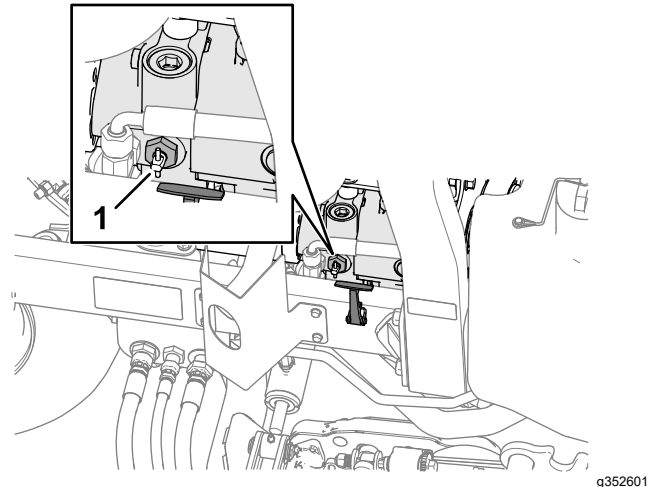

Figura 47
2. Cerca del cierre derecho del capó, gire 90° la maneta de la válvula de desvío de la bomba (Figura 47).